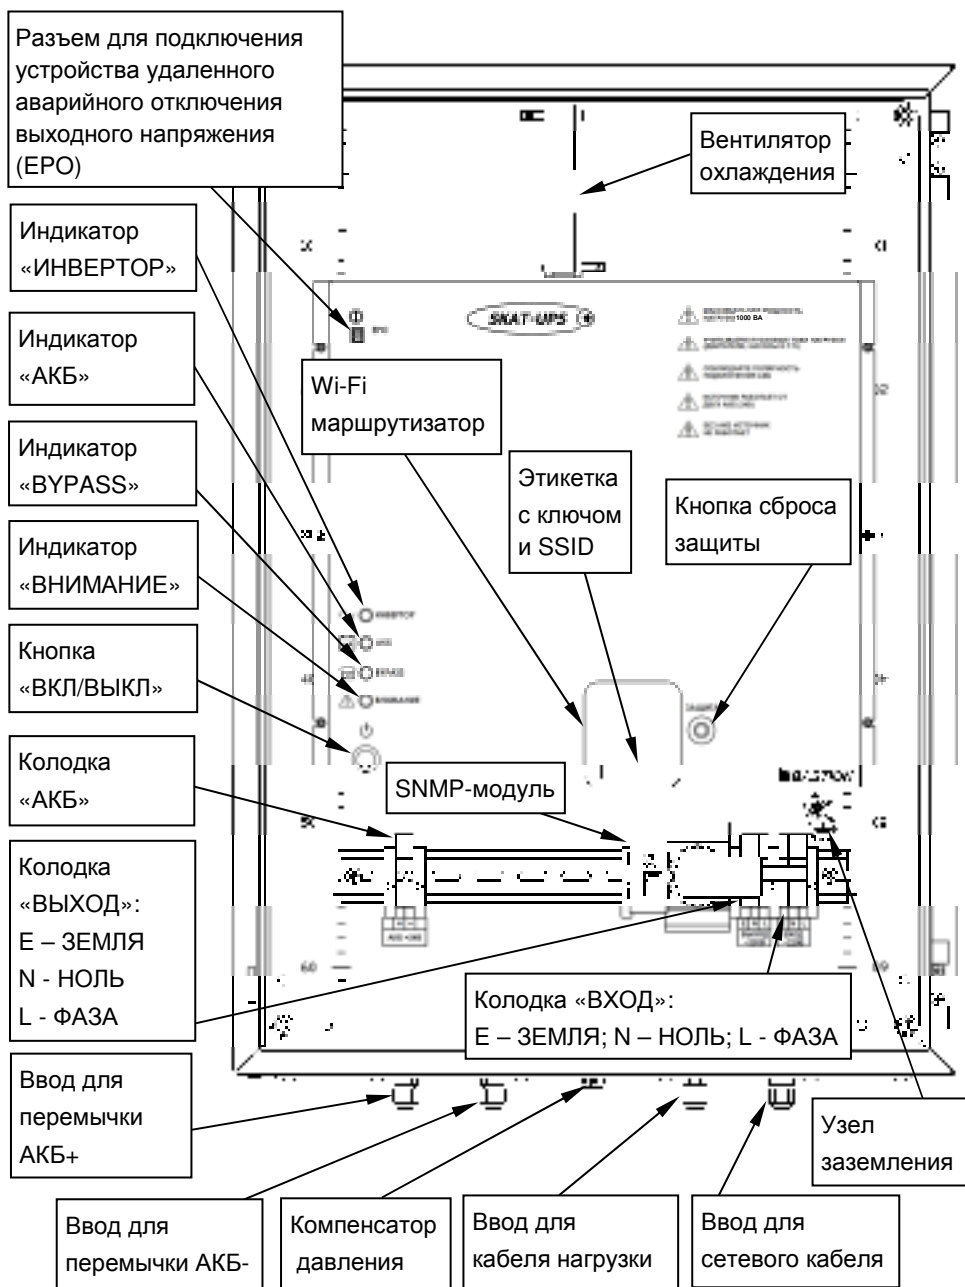

Рисунок 2 — Вид изделия с открытой дверцей
Ключ доступа к сети и SSID указаны на этикетке, расположенной на передней панели маршрутизатора (см. рисунок 2). После подключения к беспроводной сети следует ввести IP-адрес в строке адреса Web-браузера беспроводного устройства. По умолчанию IP-адрес: 192.168.0.100 (заводская установка).
Установите кабельные вводы и компенсатор давления (входят в комплект поставки) в предусмотренные для них отверстия на нижней стенке корпуса изделия (см. рисунок 2).
Подключение внешних цепей к изделию выполняется через соответствующие кабельные вводы в соответствии с назначением клемм подключения (см. рисунок 2).
- Подключите к изделию, соблюдая полярность, провода для подключения внешней АКБ (см. рисунок 2).
- Зафиксируйте подведенные к изделию провода и кабели в соответствующих герметичных кабельных вводах (см. рисунок 2).
- После самотестирования изделие перейдет в режим «ОСНОВНОЙ» и продолжит заряд АКБ, включится индикатор «ИНВЕРТОР» (см. рисунок 2).
Отключить сетевое напряжение. Изделие должно автоматически выполнить переход на резервное питание нагрузок от АКБ. Индикатор «ИНВЕРТОР» останется включенным, дополнительно включится индикатор «АКБ» и один раз в 4 секунды будет вспыхивать индикатор «ВНИМАНИЕ» (см. рисунок 2).
Включить изделие, нажав и удержав около секунды кнопку «ВКЛ/ВЫКЛ». Изделие выполнит те же действия, что и при работе от сети, за исключением того, что питание нагрузок осуществляется от АКБ. Изделие сразу перейдет в режим «РЕЗЕРВ», индикаторы «ИНВЕРТОР» и «АКБ» включатся (см. рисунок 2).